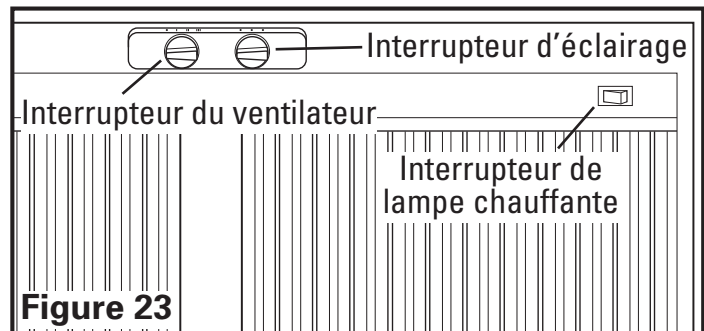

Figure 23
Votre hotte de cuisinière est équipée avec deux interrupteurs rotatifs dont l'un contrôle l'éclairage et l'autre contrôle la soufflante du ventilateur d'évacuation. L'interrupteur de l'éclairage a 3 positions, HAUTE (*), BASSE (▲), et ÉTEINTE (•). Le commutateur de vitesse du ventilateur a quatre positions, ÉTEINT (•), HAUTE (I), MOYENNE (II), et BASSE (III) (Figure 23).
Contrôles des lampes chauffantes : Pour les modèles équipés de lampes chauffantes, deux commutateurs En/Hors sont situés à l'avant du côté inférieur de la hotte pour un contrôle indépendant des lampes de chauffage (Figure 23).